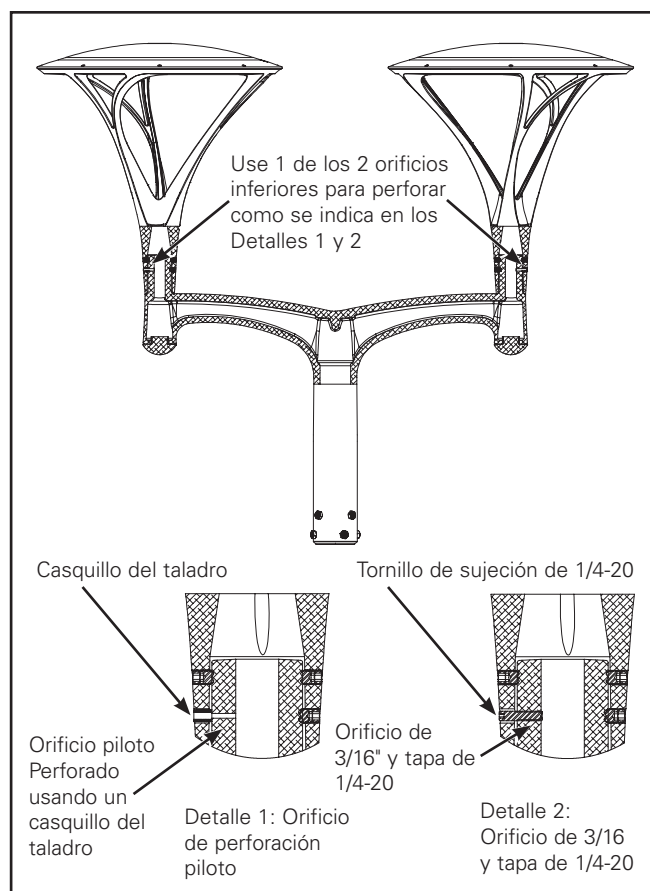

Figura 13.
7. Use como plantilla uno de los dos orificios que se encuentran más abajo en las luminarias para perforar un orificio en las espigas del brazo doble (dos lugares en el primer brazo de cada espiga). Use el casquillo del taladro incluido e introdúzcalo en uno de los orificios inferiores de la luminaria y perforo un orificio piloto de 3/16" a través del casquillo y hacia la espiga. Perfore el orificio hasta que el taladro despeje uno de los lados de la pared de la espiga. (Figura 13.)
8. Retire el casquillo del taladro y use una broca de 3/16" (.203) para abrir el orificio piloto. Tape este orificio con una rosca UNC de 1/4-20. (Figura 13.)
- Use los tornillos de fijación de 1/4-20 x 1-1/4 incluidos para el orificio que perforó en el paso 8 (Figura 13) y ajuste hasta que el tornillo esté a nivel con la superficie exterior de la ubicación final. Instale cinco tornillos de sujeción de 3/8-24 x 3/8" para mantener cada luminaria sobre la espiga del brazo y ajústelos hasta 15 in-lb. (1.25 pie. lb.)